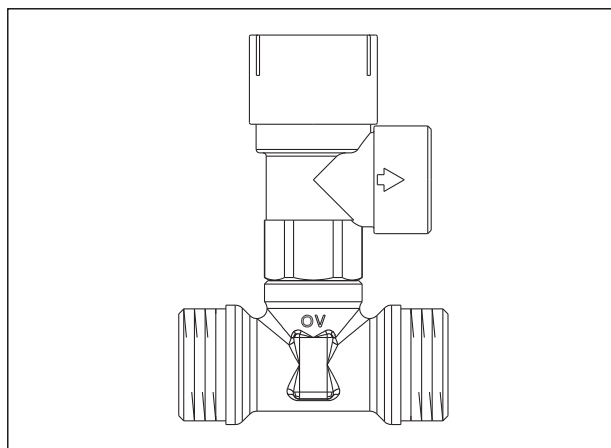

Fig. 7: Soupape de sécurité 6 bars, réf. OV 136 41 40
- Soupape de sécurité (6 bars, 120°C, pour périodes courtes jusqu'à 160°C) comme protection additionnelle de l'installation solaire entre la station solaire et le ballon d'eau chaude (voir fig. 7)